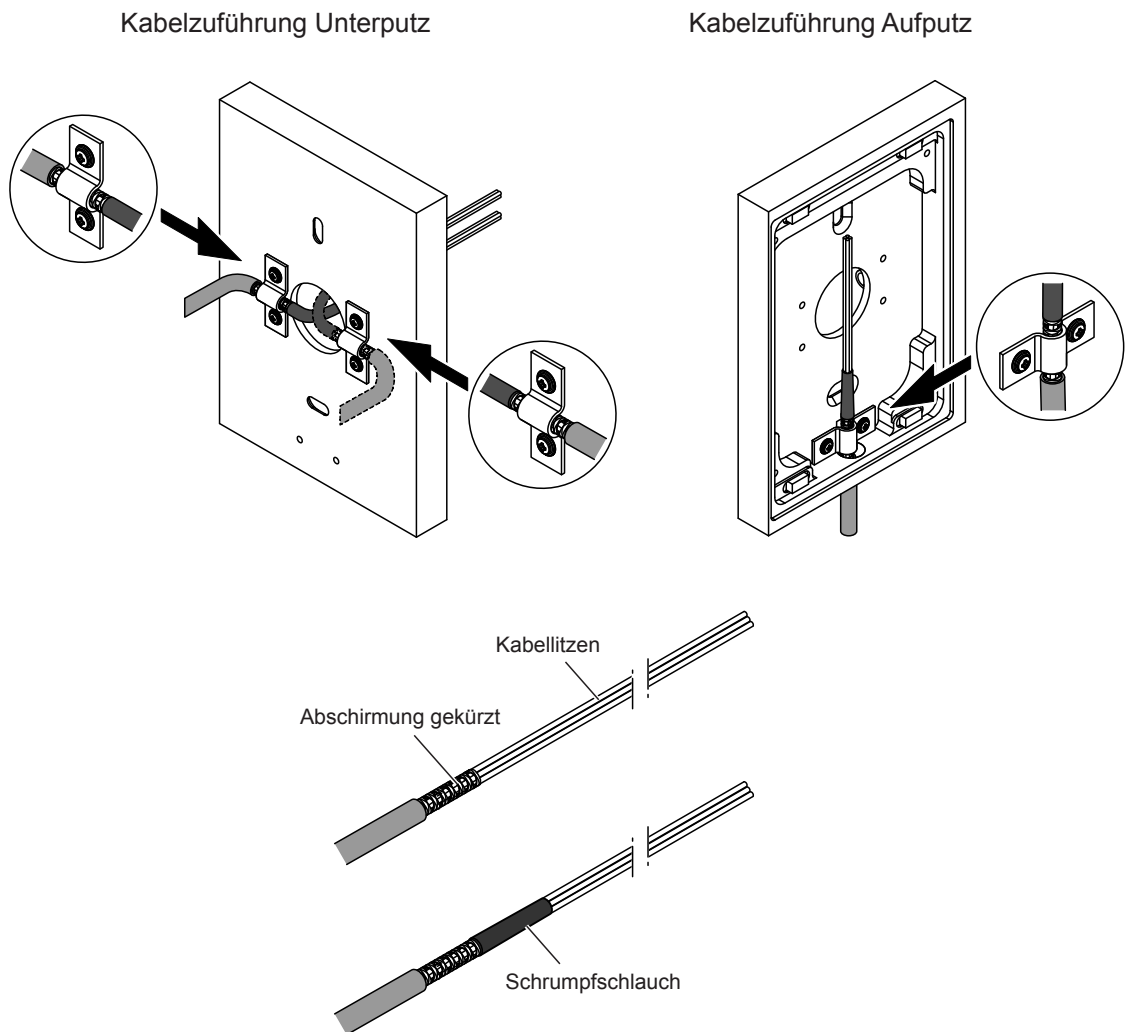

Abb. 15: CAN BUS-Kabel mit freigelegter Abschirmung mit den Schirmklammern am Gehäuse befestigen
2. Das bzw. die CAN BUS-Kabel (4-adrig, abgeschirmt, 0.34 mm² pro Litze) von der vorgesehenen Klemmstelle bis zum Ende des Kabels abisolieren. Anschliessend die freigelegte Abschirmung bis auf ca. 2 cm entfernen, das Ende der Abschirmung mit einem Stück Schrumpfschlauch wie in Abb. 15 gezeigt fixieren und freigelegte Abschirmung mit der/den Schirmklammer(n) am Gehäuse befestigen.